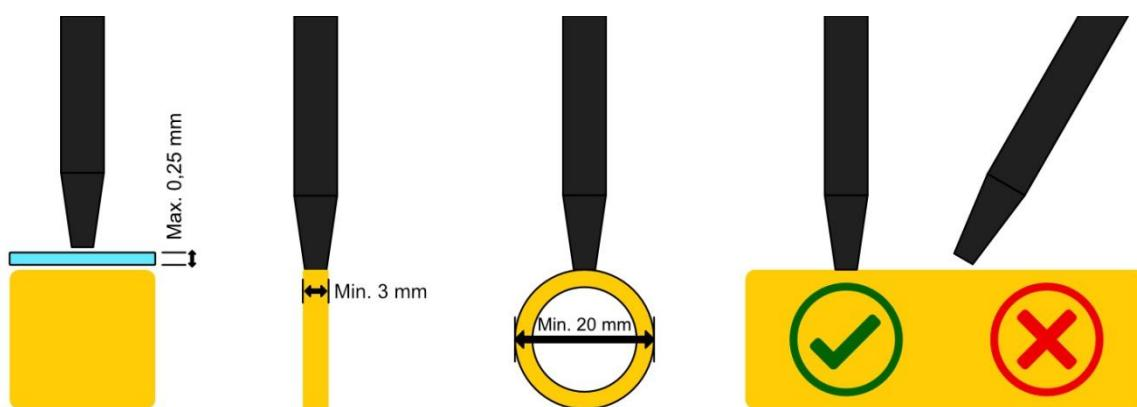

Figura 2 - Instrucciones para la colocación de la punta de medición.
Para determinar la conductividad de su objeto de prueba, mantenga la punta del lápiz perpendicular a la superficie del objeto de prueba (véase la Figura 2). **No coloque la punta con demasiada fuerza ni sobre bordes afilados de acuñación, ya que podría dañar o destruir la bobina sensible de la punta. Un toque ligero, como cuando se escribe con un bolígrafo, es completamente suficiente.** El equipo realiza dos mediciones por segundo. Como resultado, el valor de conductividad resultante se muestra continuamente en la pantalla con una precisión de un decimal ③. Debido a los intervalos de medición y al cambio de posición de la punta de medición relacionado al usuario, es posible que el valor de conductividad no permanezca constante.